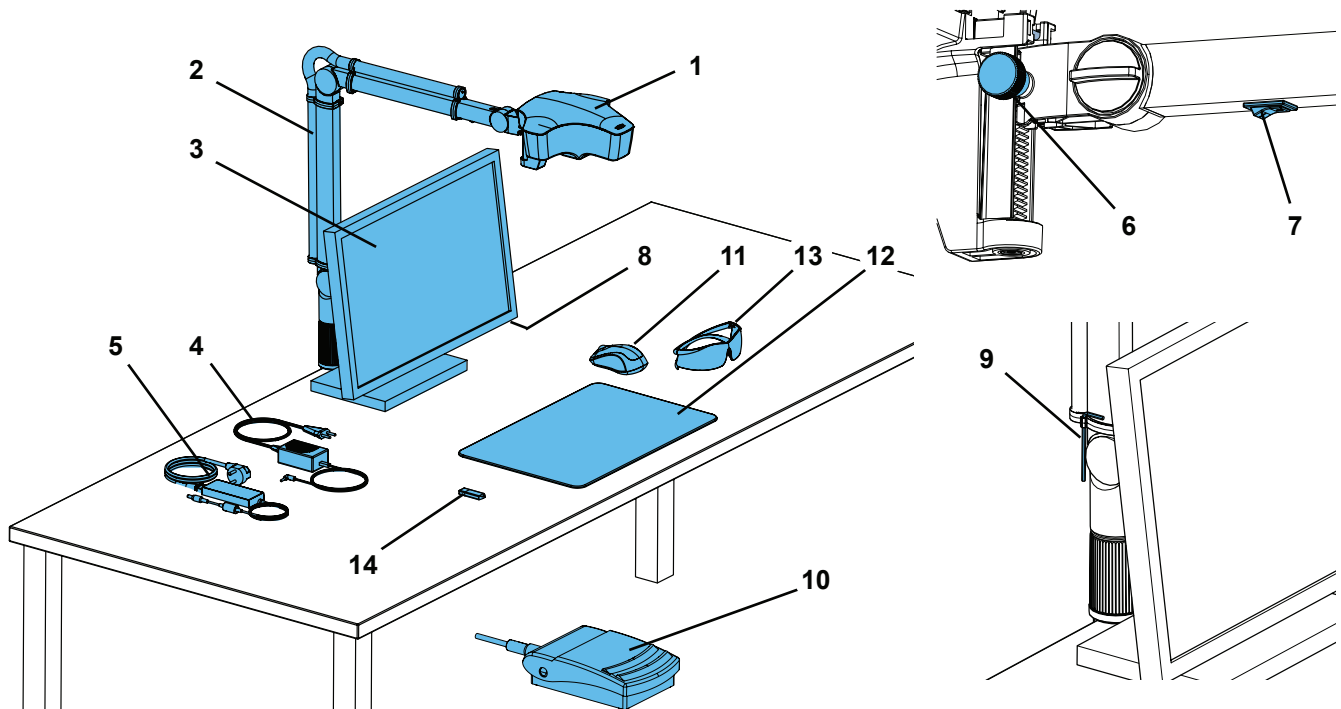

Abb. 1
- ⇒ Tischauflage (12, Abb. 1) auf Arbeitstisch legen.
⇒ Maus (11, Abb. 1) neben Tischauflage platzieren.
⇒ Fußschalter (10, Abb. 1) unter dem Tisch platzieren und Fußschalterkabel in Fußschalter einstecken.
- Klemmschraube (35) mit beiliegendem Werkzeug (9, Abb. 1).
- Klemmschraube (36) mit beiliegendem Werkzeug (9, Abb. 1).